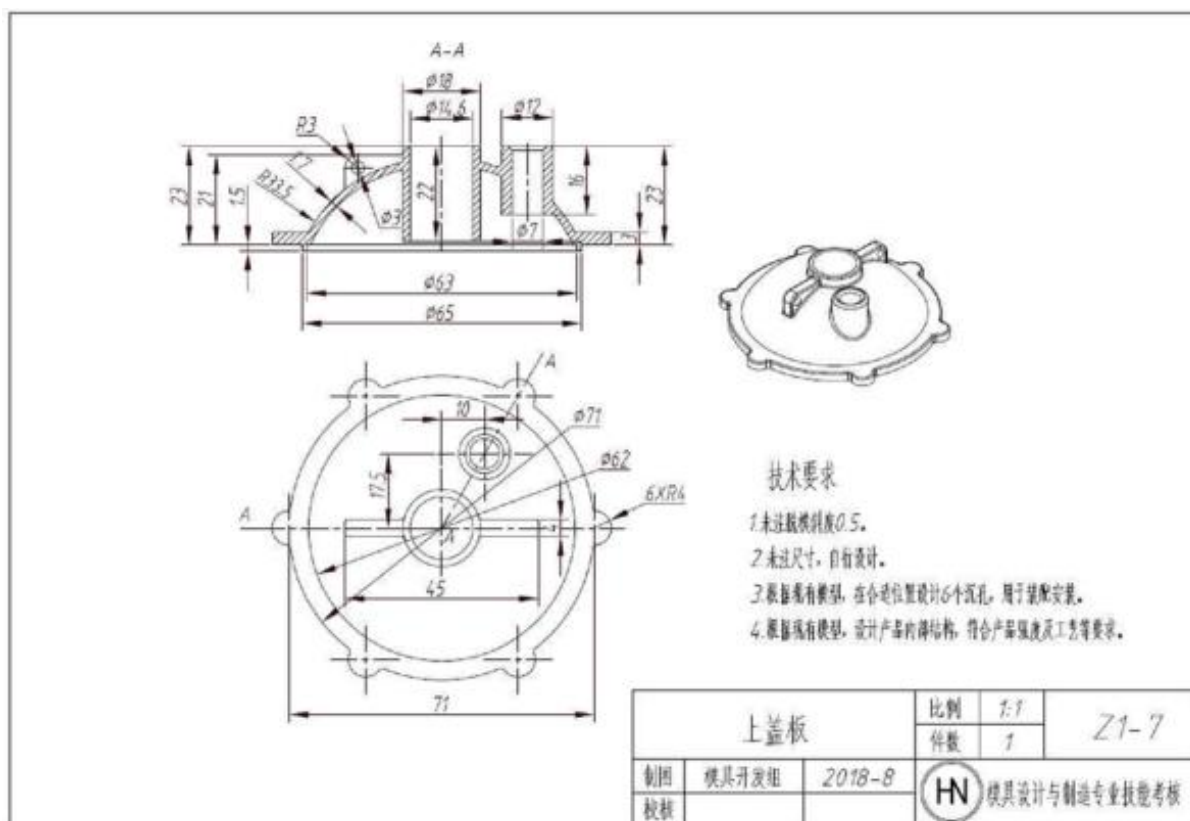

图 Z1-7 上盖板-1
按照图 Z1-7 的要求，对上盖板-1 进行产品造型、结构设计与 3D 打印。
- (1) 在 F 盘下建立考生文件夹，文件夹名称为“场次-工位号-3DDY”，产品设计与 3D 打印的结果文件均保存于此文件夹中，否则计零分；
- (2) 根据图 Z1-7，使用 CAD 软件完成产品的三维建模；
- (3) 进行产品改进设计：设计用于与下盖连接的六个沉孔，在合适部位设计加强筋和凸起的“3D 打印”文字标志，使产品符合强度及工艺性等要求。设计的产品模型以文件名“Z1-7”保存在考生文件夹中；
- (4) 将产品三维模型转换为 3D 打印机可识别的格式，保存在考生文件夹中；
- (5) 正确载入模型，调整到最佳位置；
- (6) 合理设置与调整打印参数，充分考虑材料的利用率；
- (7) 正确操作 3D 打印机，完成模型打印；
- (8) 对打印的零件进行后处理（含去支撑、粘接等），不能对产品零有损伤；
- (9) 产品材料：ABS。